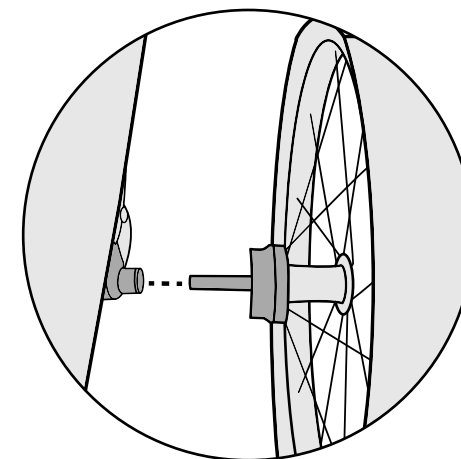

Figura 5
2. Inserte el eje de la rueda en el receptor del eje y, a continuación, suelte el botón (Figura 5). Tire con firmeza de la rueda para comprobar que el eje queda bien sujeto.